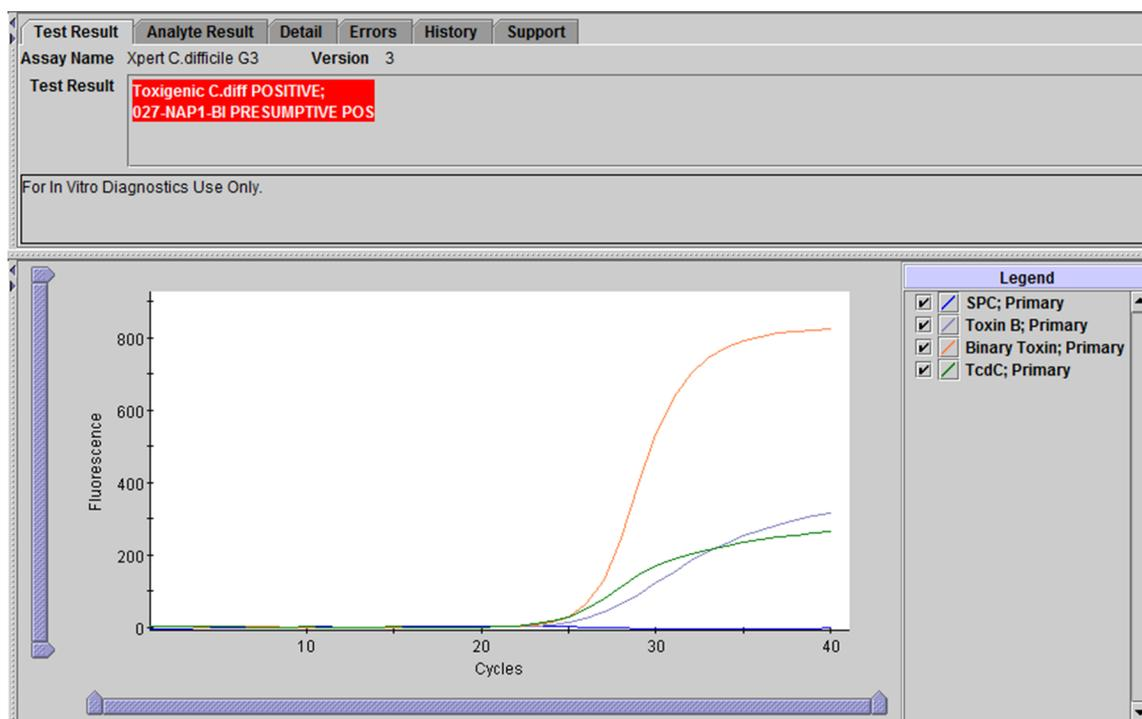

Figure 3. Exemple de résultat Xpert positif pour C. difficile et positif pour 027 présumé
Toxigenic C. diff POSITIF, 027-NAP-BI PRESUMPTIVE POS (Toxigenic C. diff POSITIVE, 027-NAP-BI PRESUMPTIVE POS Voir Figure 3	Les séquences d'ADN de la cible C. difficile toxigène et présomptives de 027/NAP1/BI sont détectées. <ul style="list-style-type: none"> C. difficile toxigène, 027/NAP1/BI présumé – Toutes les cibles C. difficile toxigène, 027/NAP1/BI présumé (toxine B, toxine binaire et délétion tcdC au nt 117) ont une valeur Ct dans la plage de validation et un point final supérieur à la valeur minimum définie. CTE – SO (NA) (sans objet) ; le CTE est ignoré car l'amplification de la cible C. difficile risque de faire concurrence à ce contrôle. Vérification des sondes – RÉUSSITE (PASS) ; tous les résultats de vérification des sondes ont réussi.